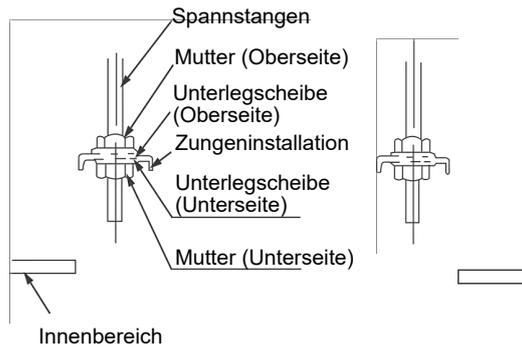

Abbildung 3.6
- 1) Passen Sie die Position der Mutter an und bestimmen Sie den Abstand zwischen der Unterlegscheibe (Unterseite) und dem Dach entsprechend der tatsächlichen Bausituation. Schauen Sie sich Abb. 3.6.